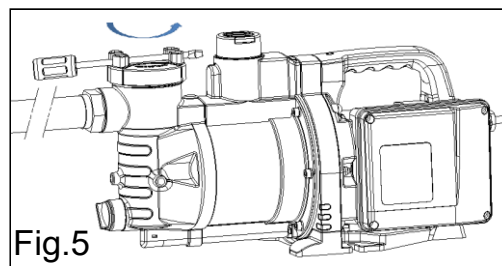

Fig.5
1. Otvorite poklopac filtra okretanjem u smjeru suprotnom od kazaljke na satu. Po potrebi se možete poslužiti nečim poput odvijača (Fig.5).